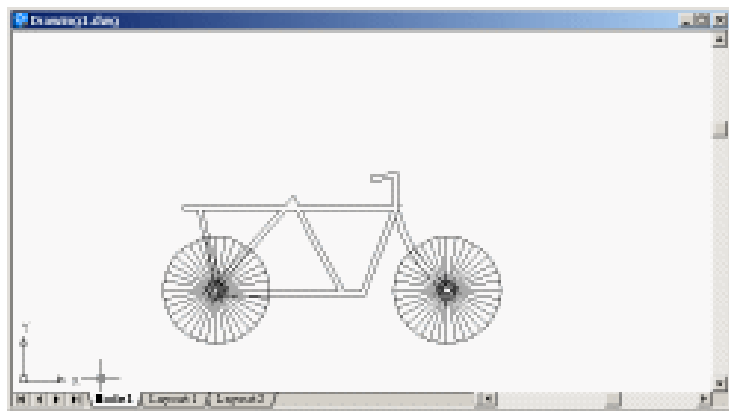

图 9.12 绘制前叉
(8) 用 ARC 和 TRIM 命令绘制自行车的前叉，如图 9.12 所示。